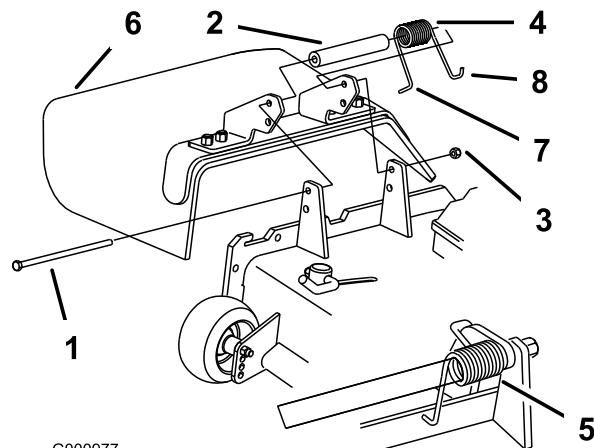

Bild 36
1. Entfernen Sie die Sicherungsmutter, Schraube, Feder und das Distanzstück, mit denen das Ablenkblech an den Drehhalterungen befestigt ist (Bild 36). Entfernen Sie defekte oder abgenutzte Ablenkbleche.
Hinweis: Stellen Sie sicher, dass sich das L-Ende der Feder hinter der Mähwerkkanne befindet, bevor Sie die Schraube einführen, siehe Bild 36.
3. Setzen Sie die Schraube und Mutter ein. Führen Sie das J-förmige Hakenende der Feder um das Ablenkblech (Bild 36).